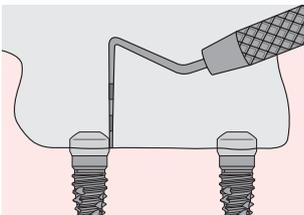

Fig. 1
- (Fig. 1): Die korrekte Höhe jedes einzelnen Dalbo® Certain® Abutments bestimmen, in dem die Höhe der Einheilkappe über dem Gewebe, **ohne** die Wölbung, mit einer Sonde (1 mm Skalierung) gemessen wird. Anschliessend von der Gesamthöhe der Einheilkappe subtrahieren und 1 mm dazu addieren. Es stehen mit 2, 4 und 6 mm insgesamt 3 Höhen zur Auswahl.